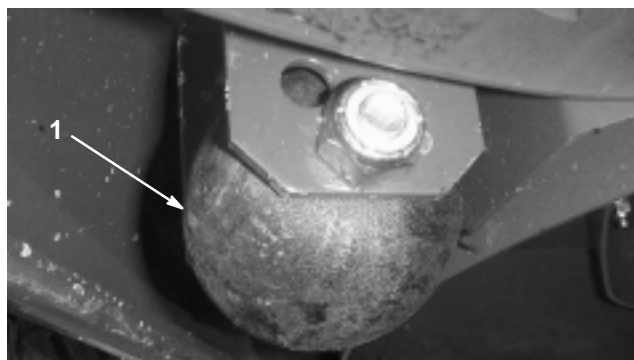

Bild 21
1. Entfernen Sie die Kopfschraube und Mutter, mit denen das Abstandsrad am Schneidwerkbügel befestigt wird (Bild 21).